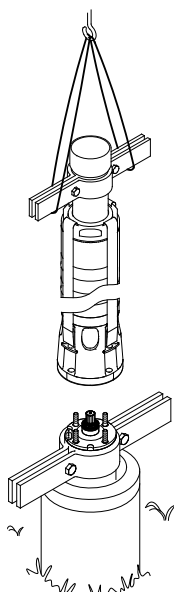

Fig. 21 Izado y posicionamiento de la bomba
3. Ice la bomba por medio de abrazaderas para tubería fijadas a la tubería de extensión. Consulte la fig. 21.